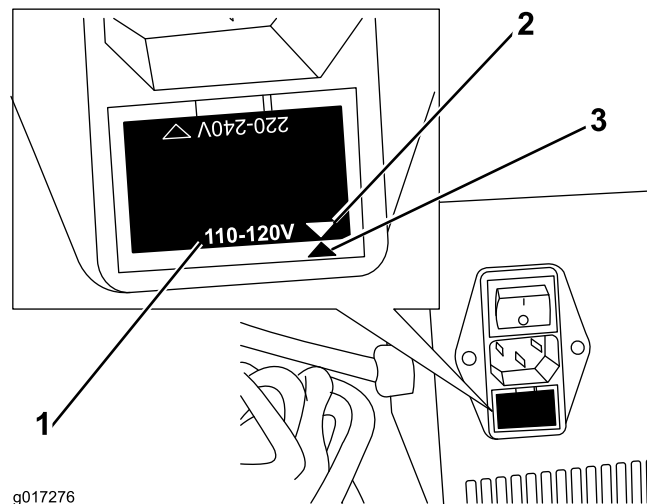

图1
1. 检查电源线插座下方保险丝托盘的方向，确定充电器的当前电压设置是否设定为与您将用于提供电源的插座相同的额定电压（图1）。
注意： 图1 显示的是 110 - 120V 电源的设置。
3. 翻转保险丝托盘，使保险丝托盘的电压与其支架上的参考标记对齐（图1）。